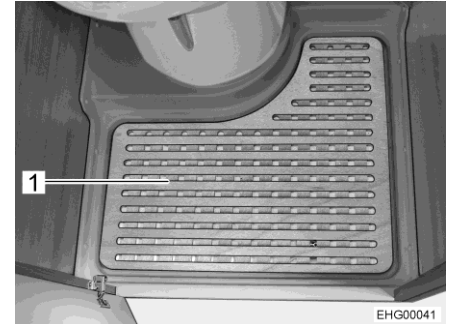

Fig. 125 Piastra del pavimento rimovibile
- Rimuovere la piastra del pavimento (Fig. 125,1) per utilizzare la doccia.